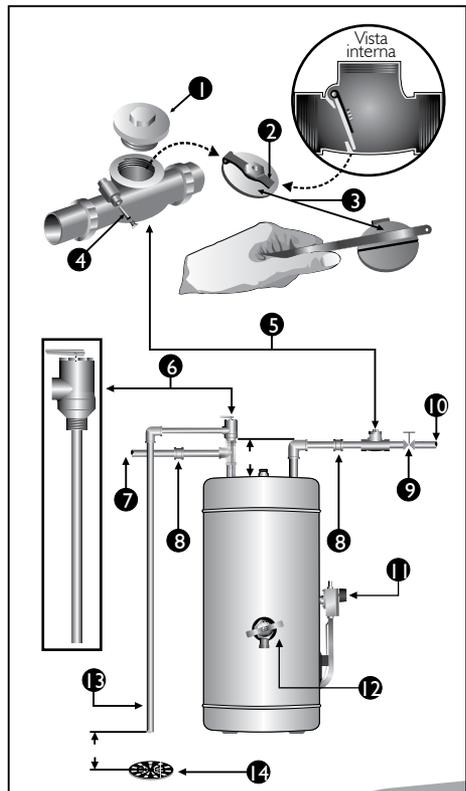

Figura 9
- Algunos fabricantes de válvulas producen un cheque aliviado especial para instalación de calentadores. Si no es posible obtenerlo, se puede habilitar un cheque común, haciéndole una ranura en la cortina móvil con una sierra tal como se indica en la parte superior de la figura 9.